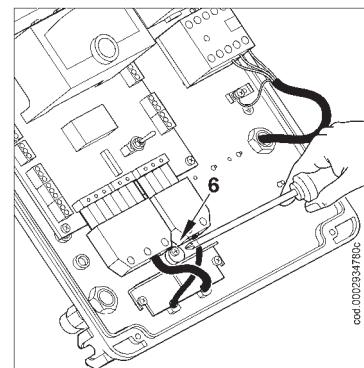

Рисунок 3
- 3) Поместите кабельный зажим, как указано на рис.3. Поверните эксцентрик (6) так, чтобы пластина зажима оказала должное давление на два кабеля, теперь можно затянуть винты, фиксирующие пластинку зажима. Соедините два разъёма: 7-штырьковый и 4-штырьковый.